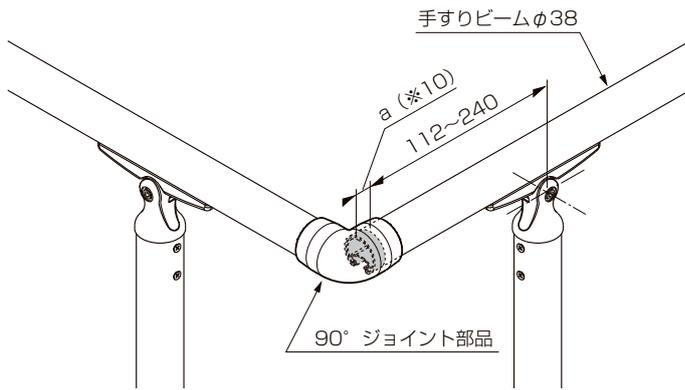

図6-29
- ① 図6-29、6-30を参照して、φ38手すりビームを切詰めてください。